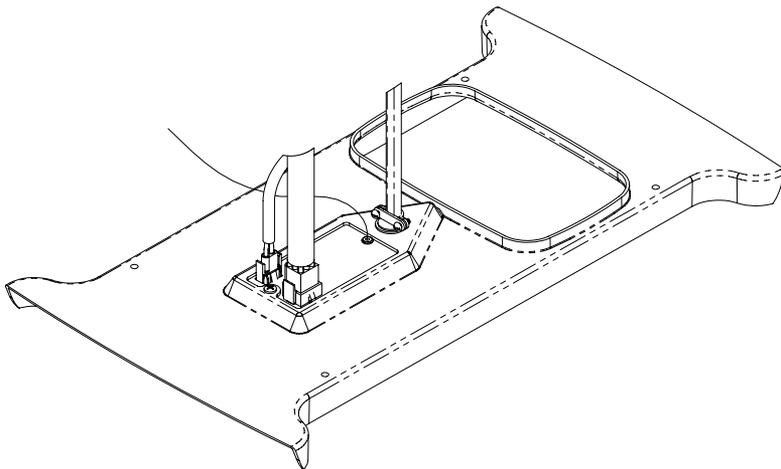

FIGURE 7
- C. Soulevez la chute de l'ensemble de plafond et insérez le câblage d'alimentation à travers le serre-câble et dans la boîte de raccordement de façon à ce que 10 à 15 cm (4 à 6 po) de câblage d'alimentation se situe dans la boîte. Serrez le serre-câble sur la gaine du câble d'alimentation afin d'en interdire le mouvement (voir Figure 7).
- F. Branchez la conduite électrique du climatiseur dans la prise à 9 positions de la façon illustrée dans la Figure 7.
- G. Si vous installez l'ensemble d'accessoire de chauffage facultatif, retirez le couvercle de la prise à 2 positions et branchez le cordon d'alimentation du réchauffeur de la façon illustrée dans la Figure 7.